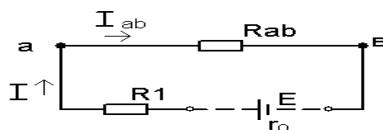

рис. 3
- 2.5. Эквивалентное сопротивление цепи относительно зажимов источника (рис. 3):
3. Определим ток всей цепи: (закон Ома для цепи, рис. 3).
$$4.1. \quad I_1 = I_{ab} = I = 5 \text{ А (схема рис. 3);}$$